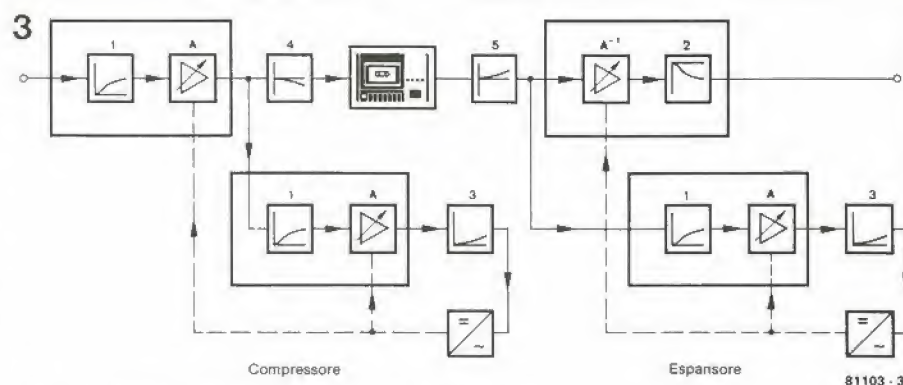

Figura 3. Lo schema a blocchi del compander High Com.
La figura 2 presenta anche le caratteristiche di uscita in scala logaritmica. Si potrà vedere che esse sono notevolmente lineari ad ogni uscita. Nella configurazione qui presentata, si tratta di tre amplificatori: il segnale d'ingresso verrà compresso dall'amplificatore A_1 di un fattore 3. Se il segnale di ingresso ha un'estensione dinamica di 90 dB, essa verrà ridotta a 60 dB (curva U_2). L'espansore opera esattamente nello stesso modo del compressore, salvo che, naturalmente, la direzione è opposta. Lo schema a blocchi del circuito High Com si vede in figura 3. Si usano due amplificatori collegati in cascata. Il sistema High Com differisce dal Telcom 4, in quanto non opera su un certo numero di bande di frequenza, ma soltanto su una banda.
La costruzione di un circuito secondo lo schema a blocchi di figura 3 usando dei componenti discreti, sarebbe un compito piuttosto arduo. Per fortuna la Telefunken ha integrato tutti i componenti attivi necessari per il circuito compressore/espansore completo in un unico chip monolitico,
Vediamo ora quel che succede durante l'espansione (riproduzione in figura 6). Il segnale che esce dal registratore a nastro passa agli amplificatori C e D tramite l'amplificatore B ed il circuito R-C che si trova tra i piedini 16 e 17. Le resistenze R8, R9 ed il condensatore C9, insieme all'amplificatore D, formano un filtro passabasso attivo per la deenfasi dell'espansore (blocco 2 in figura 3). Il potenziometro integrato a comando elettronico che si trova tra i piedini 16 e 17, regola il guadagno dello stadio filtrante. I componenti esterni R17, R18, C13, C14 e C16 comprendono l'esaltazione degli acuti durante la riproduzione (blocco 5 in figura 3). Il guadagno tra i piedini 14 e 10 è pari ad 1 alle basse frequenze, quando l'impedenza totale che si vede tra i piedini 16 e 17 è di 3k.
alto passivo che combina le funzioni dei due circuiti (1) e (3) della figura 3. Dato che il raddrizzatore funziona alla tensione del punto centrale, anche il piedino 24 deve essere collegato alla tensione del punto centrale sul piedino 23, tramite R4.